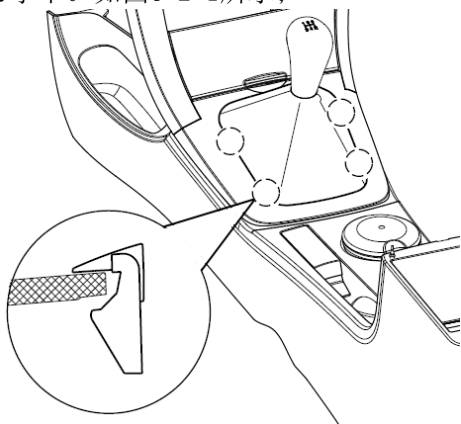

图6-2-2 换挡操纵机构盖板组件和防尘罩
- (3) 对于使用手动挡的车辆，将盖板组件从副仪表板上拆下后，还需将防尘罩从盖板上拆下，最后再小心拿下换挡操纵机构盖板。图6-2-2为换挡操纵机构盖板组件与防尘罩的四处配合结构。如图6-2-2所示；
- (4) 换挡操纵机构盖板组件的安装过程与以上拆卸顺序相反。